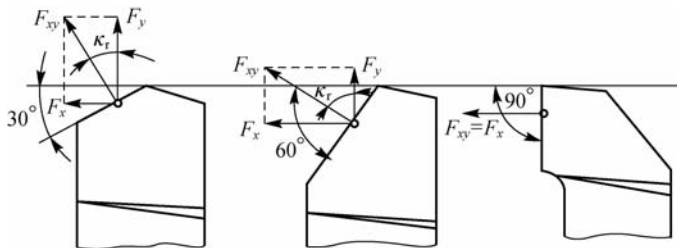

图 5-29 主偏角对切削分力的影响
(3) 主偏角的功用与选择。
① 主偏角的功用。可改变主切削刃参加切削的长度,影响刀具寿命,影响切削分力的大小和方向。主偏角 κ_r 减小,刀尖角 ϵ_r 增大,增加了主切削刃参加切削的长度,刀具强度提高,散热性能变好,刀具寿命提高;主偏角 κ_r 减小还可降低已加工表面残留面积的高度,提高表面质量。但主偏角 κ_r 减小,使吃刀抗力 F_y 增大,如加工细长轴时,工件刚度不足,小的主偏角会使刀具作用在工件上的径向力增大,易产生弯曲和振动,如图 5-29 所示;主偏角减小使切削层公称厚度变小,断屑效果变差。车刀常用的主偏角有 45° 、 60° 、 75° 、 90° 等几种。